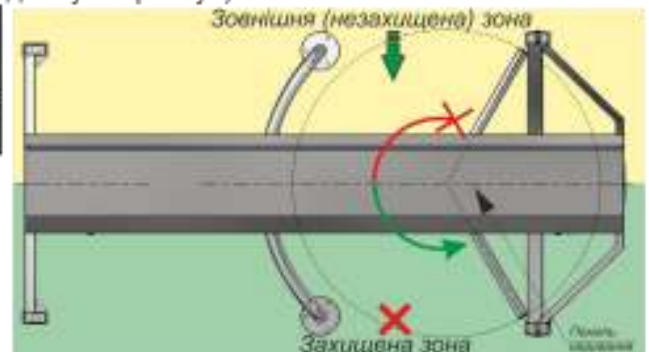

Рис.17 – Принцип роботи механічного розблокування повнозростових турнікетів «BICYCLONE»
- відкрити замки механічного розблокування в контейнері за допомогою ключа (див.рисунок 17);